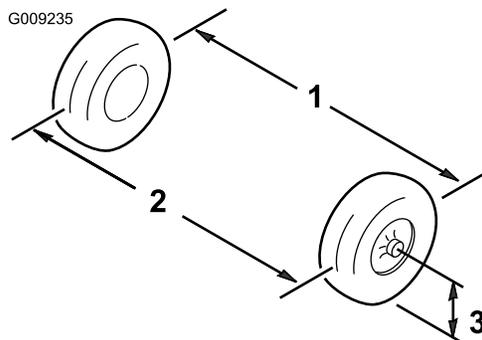

図 47
3. 前輪の前と後ろで、左右のタイヤの中央線間距離を測る計測はアクスルの高さで行う (図 47)。